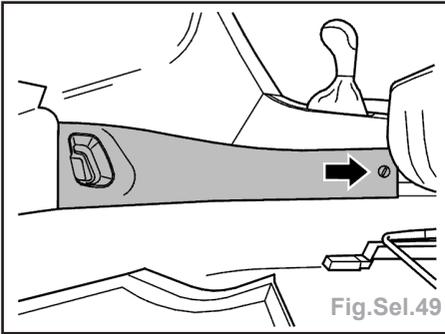

Fig.Sel.49
• le panneau latéral (Fig.Sel.49),